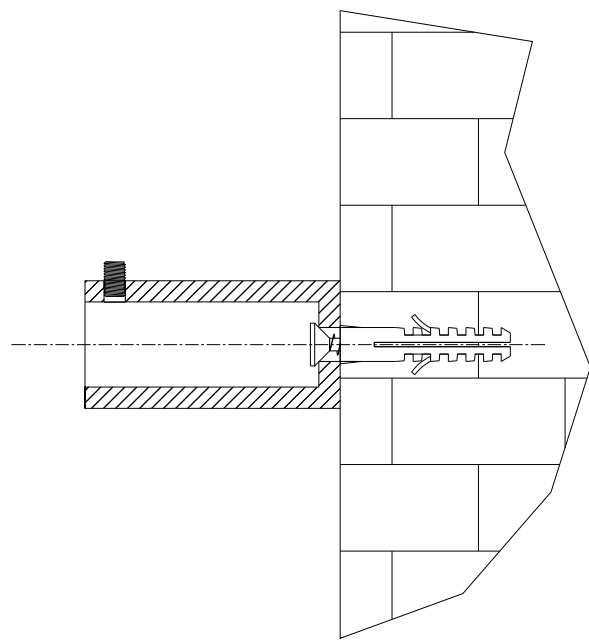

Fig. 3
3.4 Terminati i collegamenti idraulici, posizionare il radiatore contro la parete e fissare i perni nei cilindri di chiusura mediante le viti a brugola già montate nei cilindri come da Fig. 3.
3.4 Having completed the hydraulic connections, position the radiator against the wall and secure the pin to the closing cylinder with the Allen screw already mounted in the cylinder as shown in fig. 3.